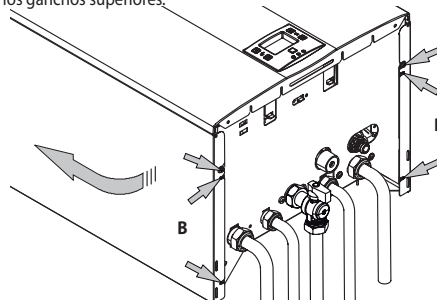

Figura 8.2
• Afloje los tornillos **B** en la Figura 8.2 y desmonte los dos paneles laterales empujándolos hacia arriba para liberarlos de los ganchos superiores.